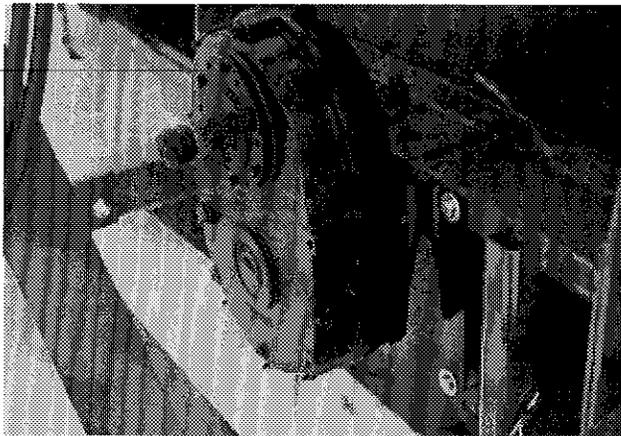

Figure 17
- 3) Si votre souffleuse est équipée du réducteur de 1000 à 540 tours par minute optionnel, fixez-le sur la boîte d'engrenage à l'aide des braquettes fournies dans l'ensemble (Fig. 17).